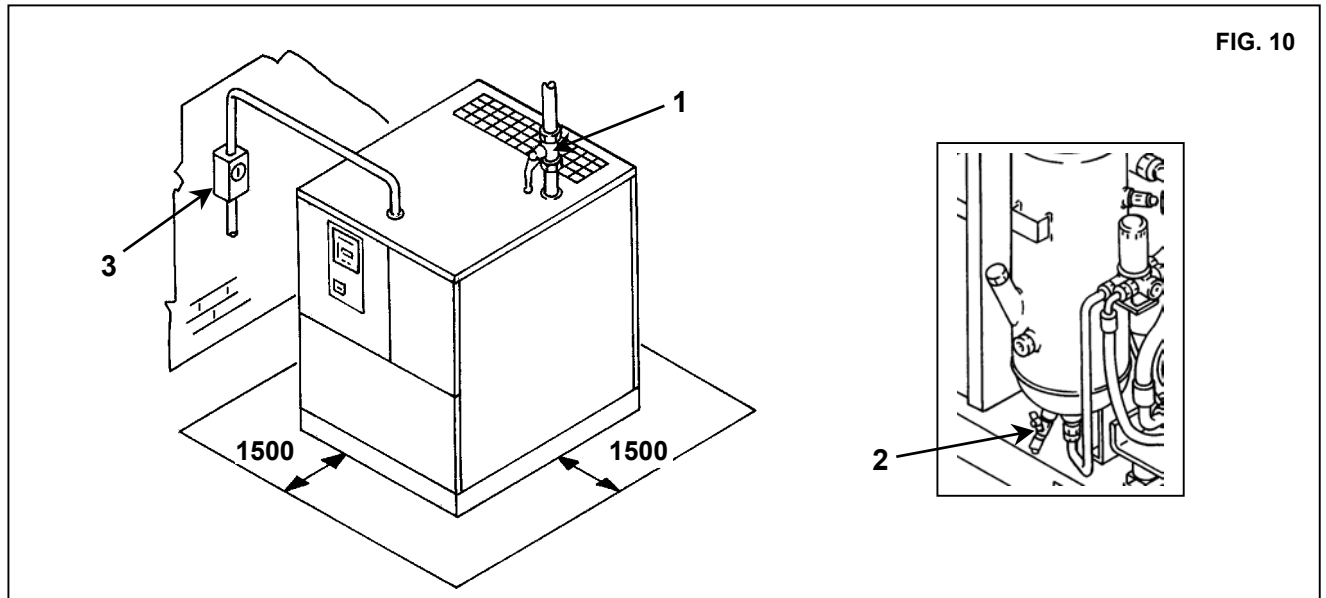

FIG. 10
- controlar que el espacio alrededor de la máquina sea suficiente para los mantenimientos (ver fig. 10) .
- Verificar la existencia, antes de la máquina, de un dispositivo de interrupción automática contra sobrecorrientes equipado con un dispositivo diferencial (ver Ref. 3 Fig. 10 esquema eléctrico).
Introducir una válvula de grifo manual Ref. 1 Fig. 10 entre la máquina y la red de distribución de aire comprimido, para permitir el aislamiento del compresor de la red durante las operaciones de mantenimiento.
El drenaje de los condensados del colector de aceite (manual) Ref. 2 Fig. 10, tiene que realizarse respetando las normas locales vigentes.